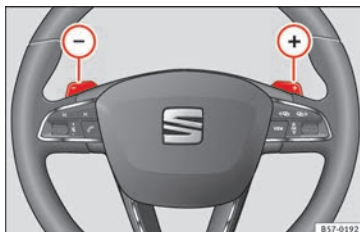

Fig. 183 Volante: palancas para cambio automático.
- Pulse la leva de cambio (+) para insertar una marcha superior »» **fig. 183**.